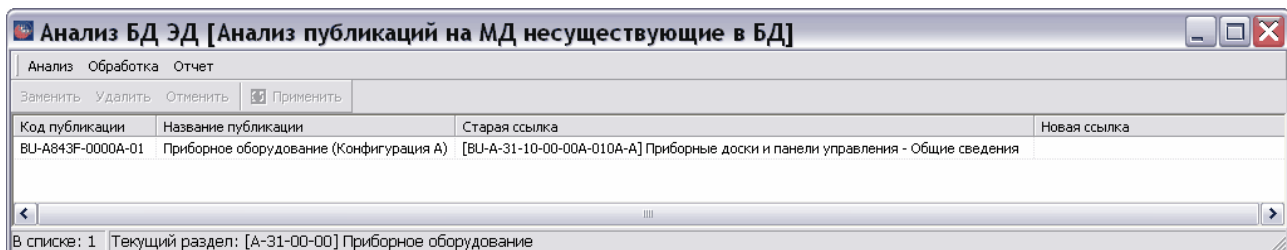

Рис. 8.155
5. Нажмите на кнопку **Запустить анализ**. После этого *система* проведет анализ и откроется окно с результатами анализа (Рис. 8.155).